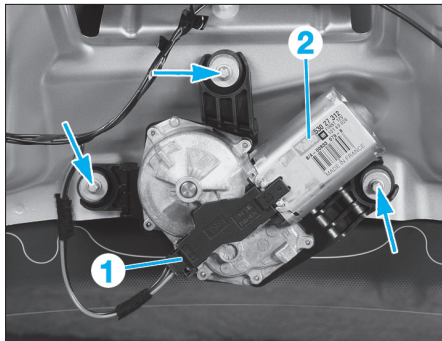

Fig. 49
- Débrancher le connecteur (1) du moteur de lave-vitre (Fig.49).